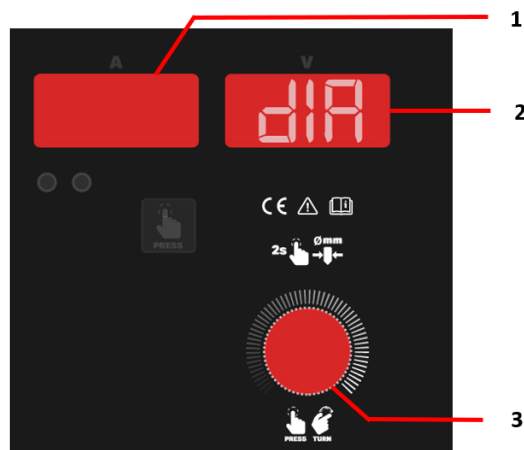

Fig. 9 – Diâmetro de eletrodo de tungstênio
- Pressione por 2 segundos o botão 3 (Fig.9) até o display 2 (Fig.9) mostrar dIA. Gire o botão 3 (Fig.9) para selecionar o diâmetro apropriado do eletrodo de tungstênio (os valores 1,0, 1,6, 2,4, 3,2 ou 4,0 mm são mostrados na tela 1 (Fig. 9)).